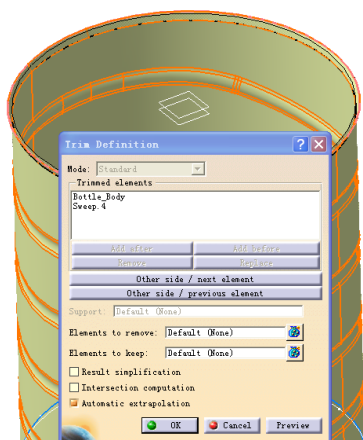

图 4-505
① 单击 Trim (修剪) 图标, 选择 Bottle_Body 和刚建立的 Sweep.4 进行修剪, 如图 4-505 所示, 单击 OK 按钮完成曲面 Trim.5 的建立。